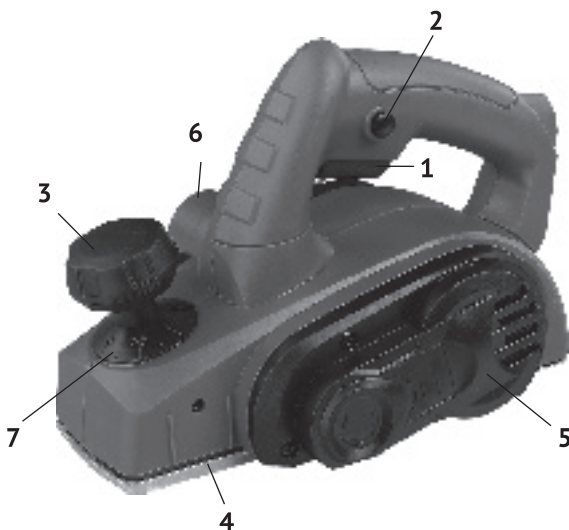

рис. 1
1.1 Ручной электрический рубанок (далее по тексту – рубанок) предназначен для строгания пиломатериалов из древесины различных пород. V – образная канавка на рабочей поверхности передней подошвы (рис.1 поз.4), позволяют производить снятие фасок при изготовлении элементов деревянных конструкций.
Внешний вид рубанка представлен на рис.1
1.8 Клавиша выключателя (рис.1 поз.1) расположена в нижней части рукоятки.
Во избежание самопроизвольного включения инструмента, выключатель снабжён блокировкой клавиши (кнопка блокировки, рис.1 поз.2, расположена на левой части рукоятки). Включение рубанка, осуществляется нажатием на клавишу выключателя указательным пальцем после нажатия и удержания кнопки блокировки большим пальцем. Рубанок отключается при отпускании клавиши выключателя, при этом кнопка блокировки (со щелчком) возвращается в ис-
1.9 Рукояткой (рис.1 поз.3) регулируется глубина строгания. Поворотом рукоятки по часовой стрелке увеличивается глубина строгания (по шкале рис.1 поз.7) в интервале от 0 до 2,0 мм. Разметка шкалы: одно деление - 0,25мм.
- вращением ручки (рис.1 поз.3) установить необходимую глубину строгания. Максимальную глубину (1,5-2.0 мм) следует устанавливать для обработки дерева мягких пород и черновой (обдирочной) обработке. Для окончательной (чистой) обработки, выставляется небольшая (около 0,25 - 0,5 мм) глубина строгания;